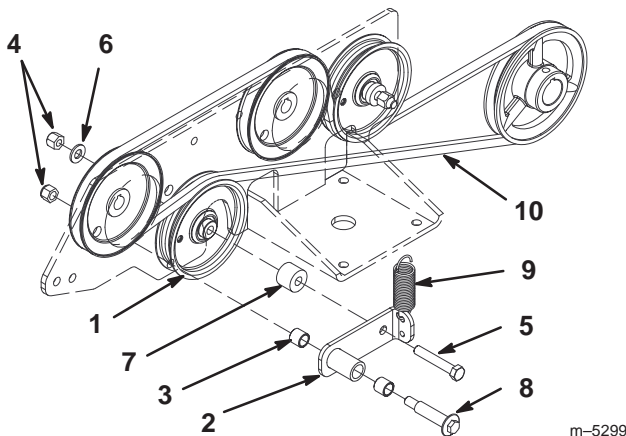

Bild 72
5. Stecken Sie einen Dorn in den Spannarm und treiben die Büchsen vorsichtig heraus (Bild 72, 73 oder 74). Reinigen Sie die Innenseite des Spannarms.
6. Treiben Sie die neuen Büchsen vorsichtig mit einem Hammer und Flacheisen in den Spannarm ein (Bild 72, 73 oder 74).